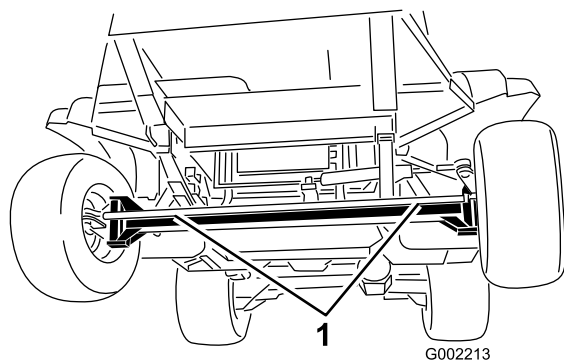
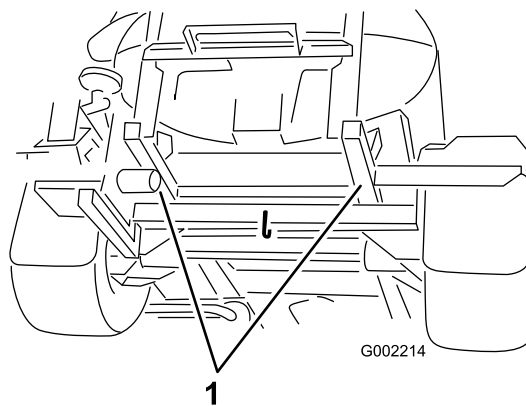

Figura 27
Figura 28
2. Montate una fune di traino sul telaio. Fate riferimento ai punti di traino anteriori e posteriori in Figura 27 e Figura 28.